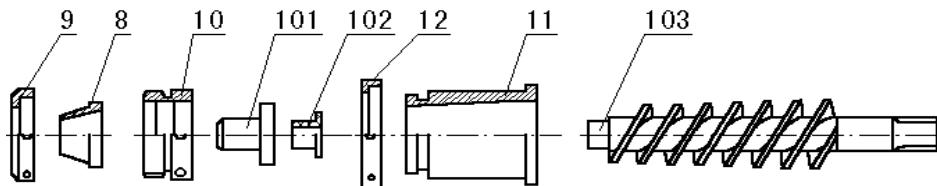

Рис.10
- Поверните формующую головку (5) на 90 градусов;
- Удалите остатки сухой муки из бункера для муки (7) и нижней коробке, очистите формирующий стул, матрицу, верхний и нижний щитки от остатков муки, теста, фарша.
- Снимите гайку для регулирования толщины мучной оболочки (9), поставьте рукоятку муфты (21) для подачи фарша в положение “OFF”, включите аппарат и с помощью теста выдвиньте форсунку (8), затем выключите аппарат, отключите от электрической сети и отвинтите гайку для крепления внутреннего выхода теста (10), снимите форсунку (101 Рис.10), промойте детали в тёплой воде.
- Снимите гайку крепления (12), включите аппарат и с помощью теста выдвиньте корпус тестозула (11), затем выключите аппарат и вытяните тестошnek (103), промойте его в тёплой воде, удалите остатки теста в тестобункере (13) для предотвращения образования твёрдых кусочков теста и повреждения пельменей при изготовлении.
- Отвинтите трубку фарша (16) по направлению, указанному на рис. 10, и промойте в растворе соды пищевой.